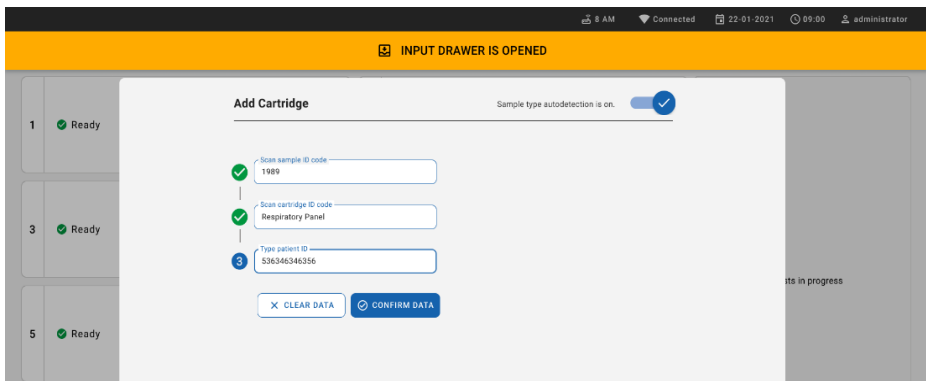

Figure 58. Saisie de l'ID du patient.
9. Saisissez l'ID du patient (le paramètre ID du patient doit être réglé sur **on** [activé]), puis confirmez les données (Figure 58).